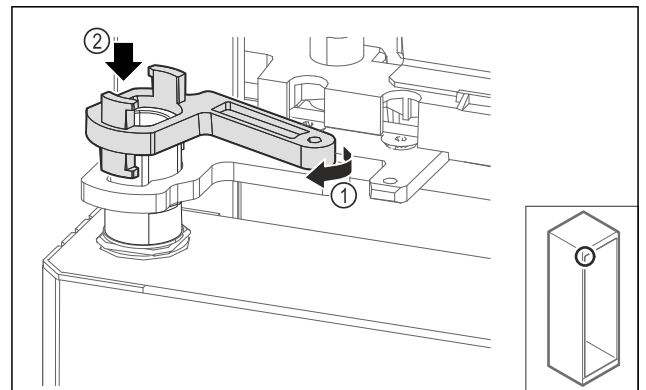

Fig. 65
- Verriegelung Lagerbock leicht drehen Fig. 65 (1) und auf die Hülse aufsetzen Fig. 65 (2).